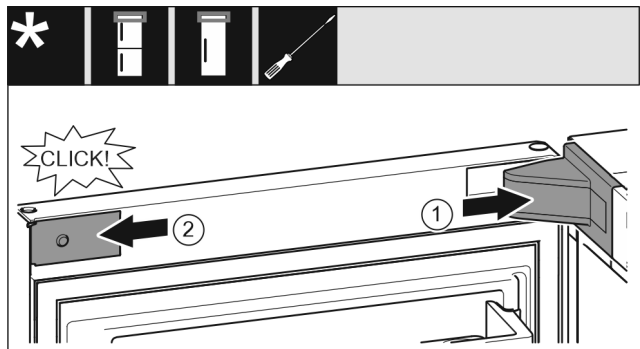

Fig. 63
- ▶ Helyezze fel és pattintsa be a csapágybak fedelét Fig. 63 (1), szükség esetén óvatosan nyomja szét.
- ▶ Helyezze fel oldalra a takarólemezt Fig. 63 (2), és pattintsa be.